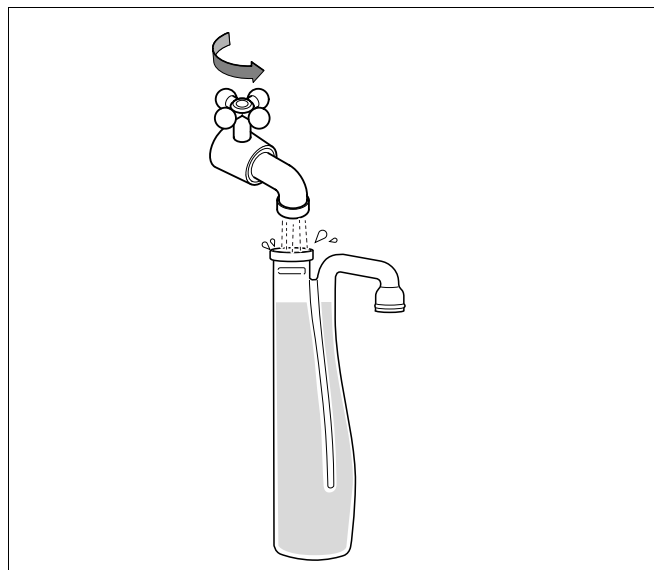

Рис. 10 Наполнение сифона водой
- Наполнить сифон (входит в комплект поставки отопительного котла) водой (рис. 10).